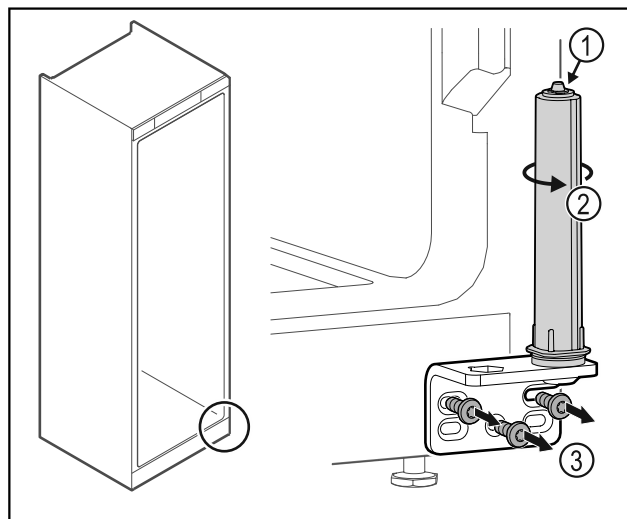

Fig. 46
- 请勿拆解关门系统 Fig. 46 (1)。
- 转动关门系统 Fig. 46 (2)，直至听到咔嚓声。
- 拧下合页角铁 Fig. 46 (3)。